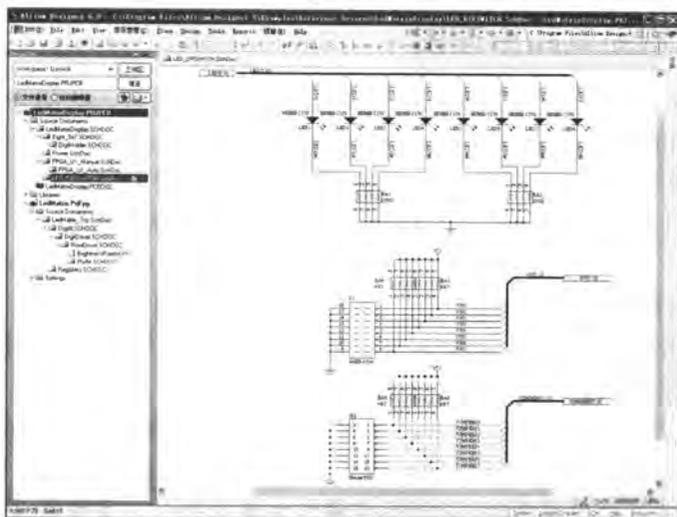

图 3-20 显示全部对象
- [2] 执行【View】/【Fit All Objects】命令，编辑窗口内以最大比例显示出原理图上的所有元器件，使用户更容易观察原理图本身的组成概况，如图3-20所示。